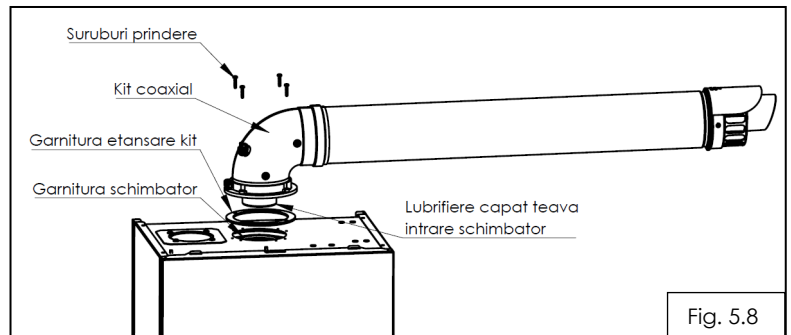

Fig. 5.8
Pentru instalarea facilă a kitului este necesară lubrifierea capatului cotului (4) la partea de intrare în centrală, utilizați numai apă sau săpun comercial standard. Lubrifierea este necesară pentru a nu deplasa garnitura de evacuare de pe schimbătorul principal de căldură (fig. 5.8). Nu utilizați niciodată lubrifiant pe baza uleiuri minerale, pot deteriora garniturile de etansare. La instalarea kitului asigurați-vă că muchiile tevi de intrare în centrală sunt tesite.